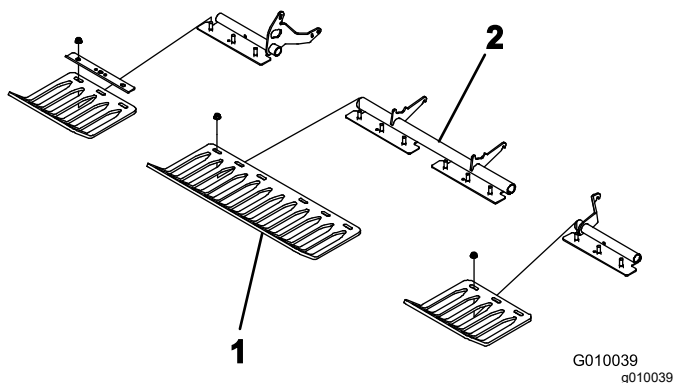

Figura 23
4. Montate le protezioni del tappeto erboso sulle relative staffe con 4 fascette delle protezioni e 12 dadi flangiati (Figura 23). Non serrare i dispositivi di fissaggio.
Nota: Le fascette delle protezioni del manto erboso e i dadi flangiati sono spediti di fabbrica fissati alle staffe (Figura 23).